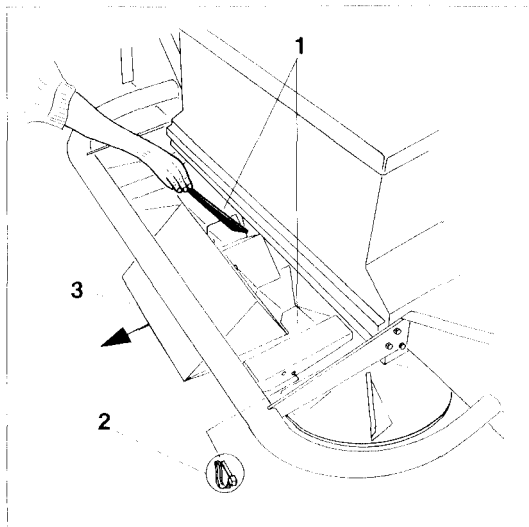

Fig. 7.19
Streugut kann sich in der Trichterrutsche festsetzen und die Auslauföffnungen (Fig. 7.19/1) verengen. Ein optimales Streubild wird nur erreicht, wenn beide Auslauföffnungen sauber sind. Deshalb sind die Auslauföffnungen vor jedem Einsatz des Großflächenstreuers, wie folgt zu kontrollieren und ggf. zu reinigen:
- Zwei Klappstecker (Fig. 7.19/2) herausziehen und die Trichterrutsche (Fig. 7.19/3) so weit nach hinten ziehen, bis die Auslauföffnungen (Fig. 7.19/1) sichtbar sind.
- Trichterrutsche zurückschieben und wie auf Seite 7 - 11 beschrieben mit zwei Klappsteckern (Fig. 7.19/2) befestigen.